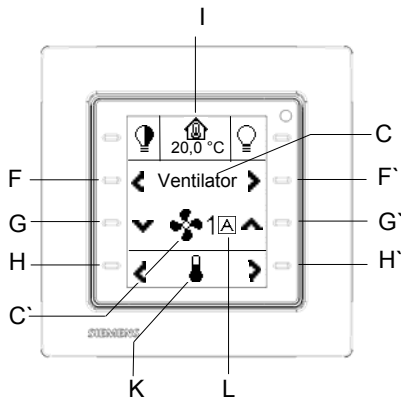

Bild: 26
- zur Einstellung der Ventilatorgeschwindigkeit (Bild 26).
In der Infozeile (Bild 26) wird beispielgebend die Innentemperatur (I) in °C angezeigt.